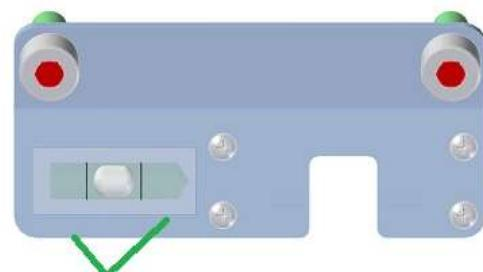

Fig. 3 : Réglage de la position avec le niveau à bulle
- À l'aide des vis d'ajustage, ajustez la position verticale de la barre de pendule de manière à ce que le niveau à bulle soit centré (fig. 3).